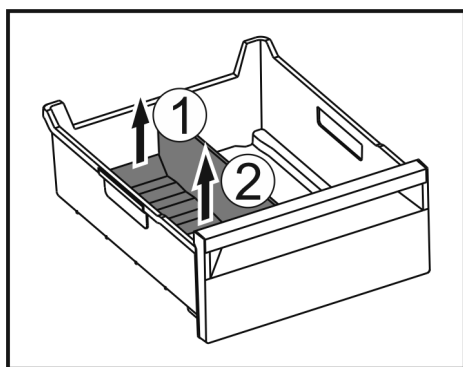

Fig. 167
- Sollevare la parte posteriore del divisore dello scomparto del ghiaccio. Fig. 167 (1)
- Rimuovere il divisore dello scomparto del ghiaccio verso l'alto. Fig. 167 (2)